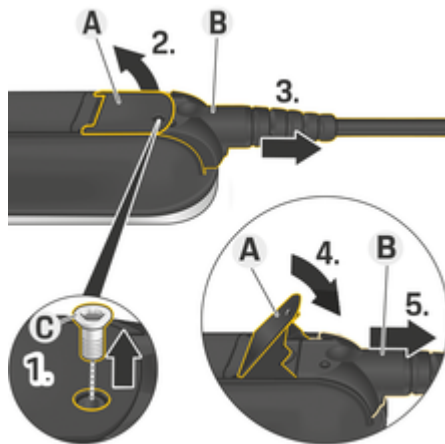

Рис. 58 Отсоединение кабеля
- 1. Выкрутите винт **C** (Рис. 58) с помощью подходящего инструмента.
- 2. Поднимите рычаг **A** (Рис. 58).
- 3. Извлеките штекер **B** (Рис. 58) до появления первого сопротивления.